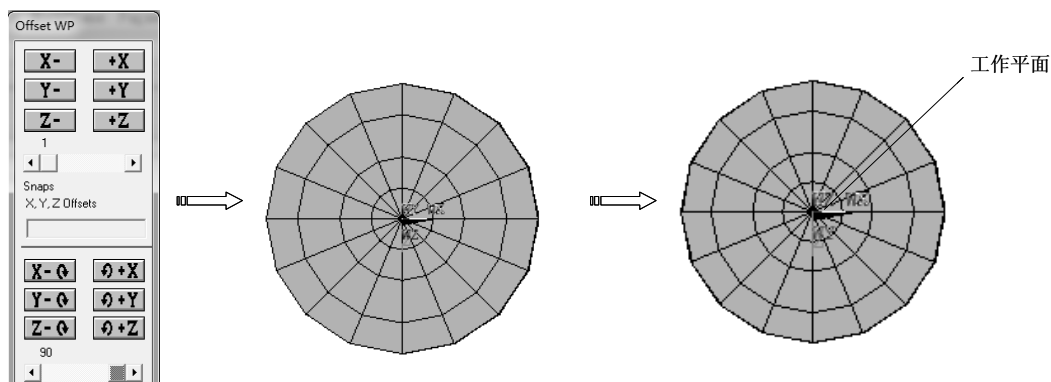

图 7-230 旋转工作平面
2) 选择“Utility Menu>WorkPlane>Offset WP by Increments”命令, 弹出“Offset WP”对话框, 拖动角度滚动条到 90, 单击 **X-0** 按钮, 使工作平面绕 X 轴反向旋转 90°, 如图 7-230 所示。